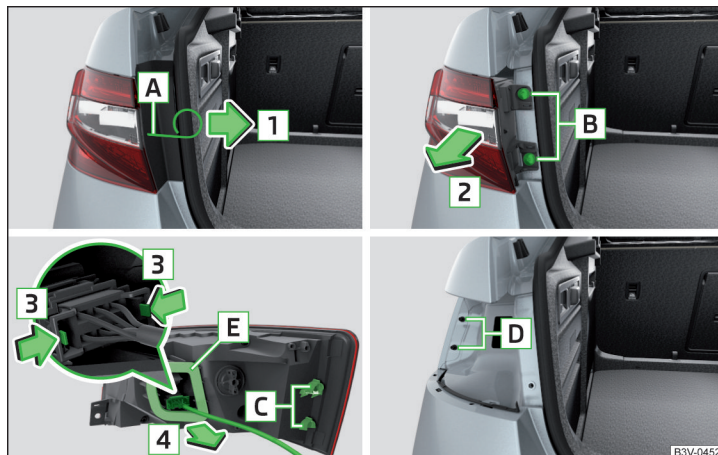

Abb. 364 Leuchte ausbauen / Stecker abziehen
- › In die Öffnung **A** » Abb. 364 den Bügel zum Abziehen der Radvollblenden einführen.